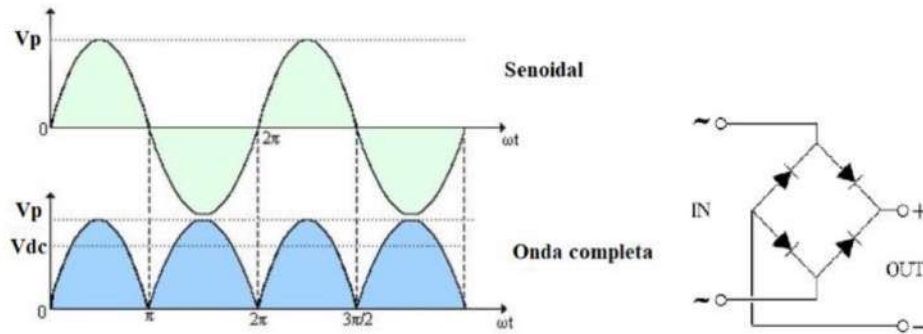

Figura 2.2: Circuito rectificador [5].
1. **Circuito rectificador:** esta etapa consiste en un rectificador de onda completa, compuesto por diodos de alta potencia dispuestos en una configuración de puente regular. La red de entrada de corriente alterna (CA) se rectifica y se convierte en corriente continua (CC), pero esta requiere un mayor filtrado debido a que no está exenta de componentes de CA y armónicos residuales (figura 2.2).